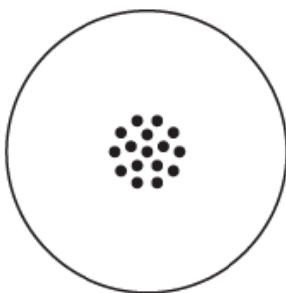
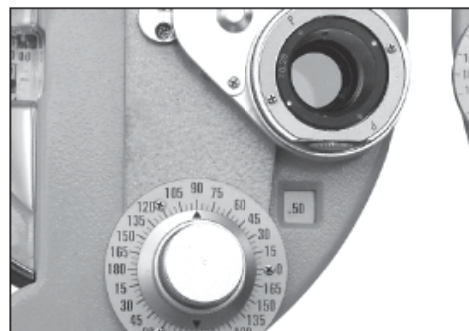
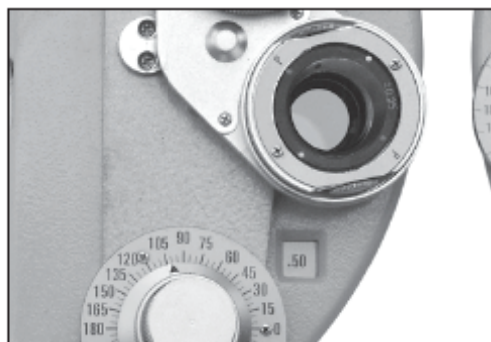
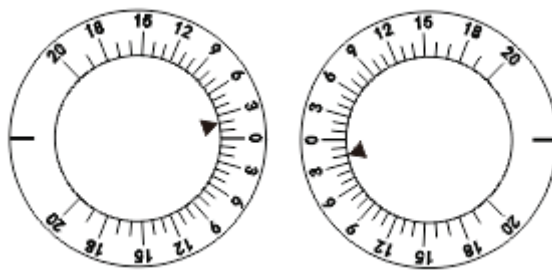

Figure 34
Figure 35
Figure 38
Figure 41
- (2) Projetez le diagramme de points des cylindres croisés comme indiqué sur la Fig.34. Tourner le bouton de rotation ⑑ avec le doigt pour faire pivoter la lentille cylindrique croisée ⑳. Ensuite, demandez au testeur de comparer les deux images qu'il voit avant et après avoir tourné la lentille cylindrique croisée. Arrêtez-vous du meilleur côté. Par exemple, si ce que le teste voit est le plus clair, comme illustré à la Fig.35 de la lentille cylindrique croisée, tournez le bouton de l'axe de la lentille cylindrique ㉔ pour déplacer l'axe de la lentille cylindrique croisée de 5° dans la direction du point rouge, de sorte que la position de l'échelle de l'axe de la lentille cylindrique ㉔ est positionné à 95°.
(6) Utilisez le tableau de points à cylindre croisé illustré à la Fig.34 avec la même procédure que celle décrite en (2). Maintenant, demandez au Testé de comparer les graphiques qu'il voit. Le résultat est montré comme Fig.38. Si le Testé voit le graphique le plus clair lorsque le point rouge correspond à la lettre P (comme indiqué sur la Fig.38), cela signifie que la dioptrie du Testé a augmenté de 0.25D (maintenant la puissance dioptrique du Testé est de 0.75D).
une. Les tests sont effectués indépendamment pour les yeux gauche et droit, dans lesquels un prisme binoculaire doit être utilisé pour les deux yeux. Dans l'ensemble, ces tests sont appelés test d'équilibre binoculaire. Réglez les deux yeux sur O. Utilisez le tableau illustré à la Fig.34 et réglez les prismes sur 2ΔU (œil droit) et 2ΔD (œil gauche) (voir Fig.41)